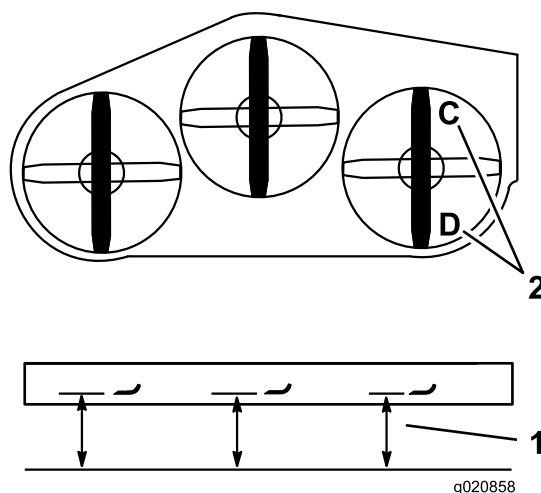

Figure 82
1. Tournez la lame droite dans le sens longitudinal (Figure 82).
2. Mesurez et notez la distance au point **C** entre la surface plane et le tranchant de la pointe de la lame droite (Figure 82).
3. Mesurez et notez la distance au point **D** entre la surface plane et le tranchant de la pointe de la lame droite (Figure 82).
Remarque: La lame doit être plus basse de 6 à 10 mm ($\frac{1}{4}$ à $\frac{3}{8}$ po) au point **C** qu'au point **D** (Figure 82). Si ce n'est pas le cas, passez aux opérations suivantes.
2. Tournez la lame droite dans le sens longitudinal (Figure 82).